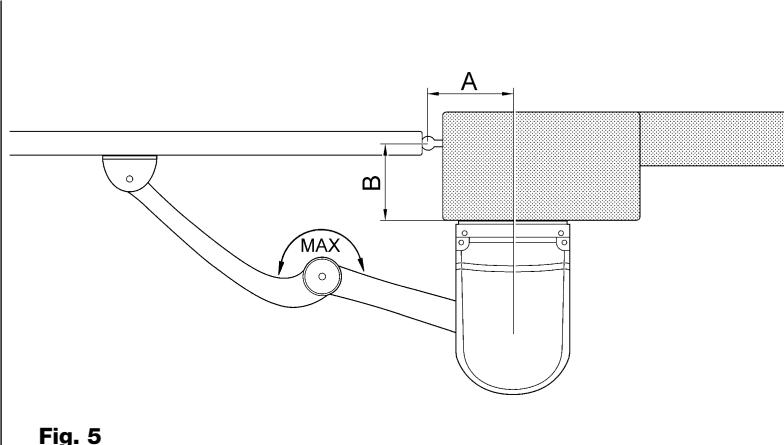

Fig. 5
2.3) Fissaggio (Fig. 5)
Fissare la staffa attacco anta al cancello nel punto più lontano possibile dalla colonna, allungando al massimo i bracci (**Fig. 5**).